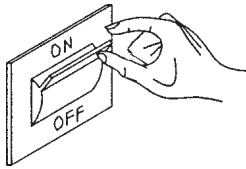

Fig. 4.1
- posizionare l'interruttore generale dell'impianto e quello principale del pannello di comando della caldaia abbinata su "acceso" (Fig. 4.1)